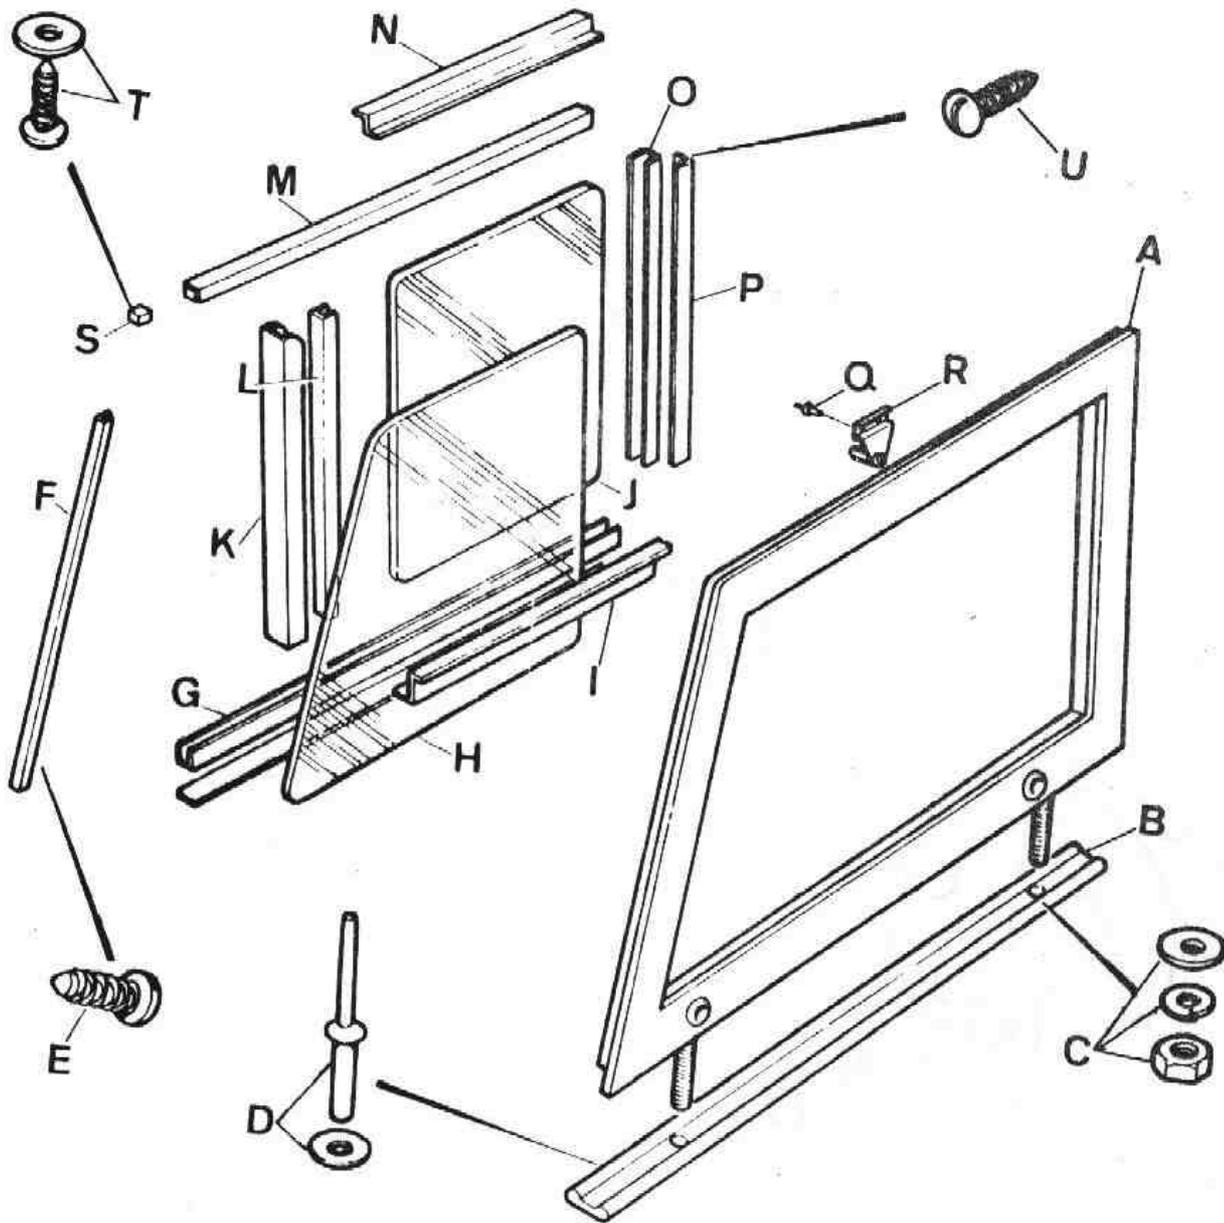

Fig. Q1-23 Desmontaje ventanilla lateral
- 3.1. Soltar los elementos de fijación, C (Fig. Q1-23) y extraer verticalmente hacia arriba el conjunto ventanilla.
- 3.2. Si fuese necesario, se sustituirá la junta, B (Fig. Q1-23) rompiendo los elementos de fijación, D, para extraer ésta.
- 4.1. Desplazar el cristal, J (Fig. Q1-23) para permitir el acceso a los tornillos, U, de fijación de la canal, M, y extraer los tornillos.
4.3. Desmontar si fuese necesario su sustitución, la canal, G (Fig. Q1-23) inferior, soltando sus tornillos, U, de fijación.
- 5.2. Extraer los tornillos de fijación, E (Fig. Q1-23) del junquillo delantero, F, y despegar el cristal fijo, H, del marco de ventanilla, A.